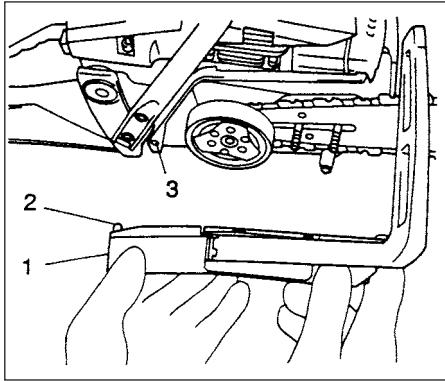
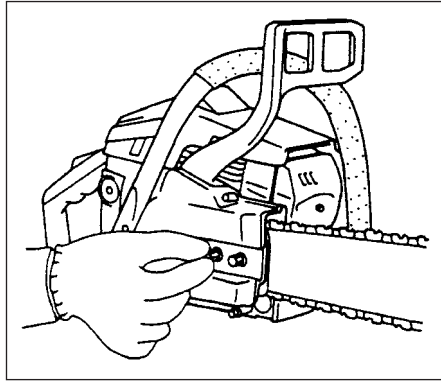

Fig.1-3
Fig.1-3B
4. Montera sidokåpan (1) på svärdets spännbultar medan Du sätter i positionstappen (2) på sidokåpan i positionshalet (3) på enheten. (Fig. 1-3) Skruva sedan fast spännmuttrarna för hand. (Fig. 1-3B)
5. Lyft upp svärdsänden och spänn kedjan (1) genom att vrida kedjespännarens justeringsbult (2) medurs. Kontrollera spänningen genom att lyfta lätt vid kedjans mittel. Drivlänken skall kunna lyftas 0,5 – 1 mm från svärdsårets botten (3).